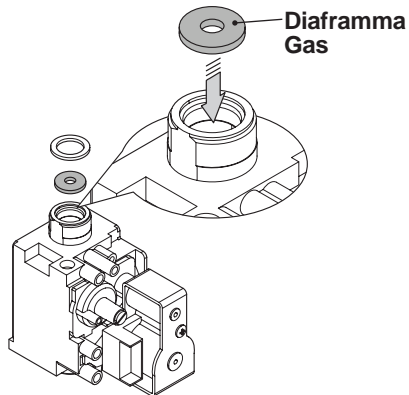

Figura 8.2
- Eseguire la trasformazione del tipo di gas sostituendo correttamente il diaframma gas (Figura 8.2), facendo riferimento alla sezione "Dati tecnici" pag. 24 (modello M261V.2025 SM/..) e pag. 28 (modello M261V.3035 SM/..).